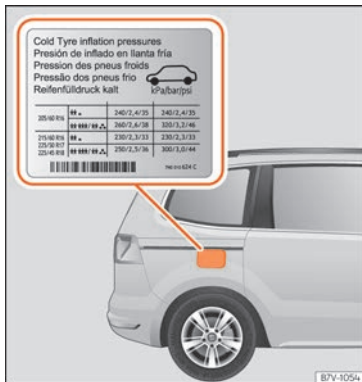

Abb. 295 Einbauort des Reifendruck-schildes.
- Passen Sie bei größerer Zuladung den Reifendruck entsprechend an »» **Abb. 295**.
Der richtige Reifendruck für werkseitig montierte Reifen ist auf einem Aufkleber angegeben – gilt für Sommer- und Winterreifen. Der Aufkleber »» **Abb. 295** befindet sich entweder an der Fahrertürsäule oder an der Innenseite der Tankklappe.
Der Reifendruck muss der aktuellen Fahrzeugbeladung angepasst werden. Wenn das Fahrzeug voll beladen werden soll, muss der Reifendruck entsprechend dem auf dem Reifendruck-Aufkleber »» **Abb. 295** angegebenen maximalen Wert erhöht werden.
- **Der Fahrer ist verantwortlich für den richtigen Reifendruck an allen Reifen am Fahrzeug. Der empfohlene Reifendruck befindet sich auf einem Aufkleber »» **Abb. 295**.**
- Immer den richtigen Reifenfülldruck am kalten Reifen einhalten, wie auf dem Aufkleber angegeben »» Abb. 295.